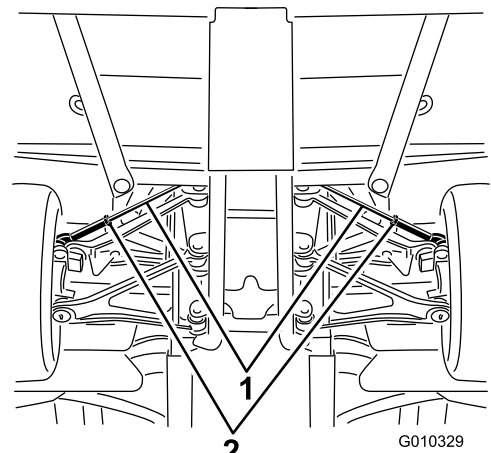

図 55
- A. タイロッドの中心についているジャムナットをゆるめる（図 55）。